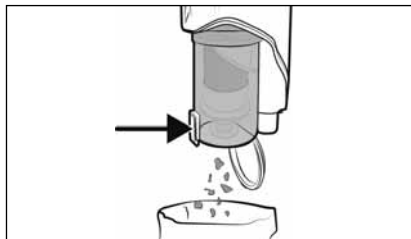

Bild 18
- 1) Håll dammbehållaren **7** över en soptunna eller -hink och tryck på knappen för att öppna locket **8**. Dammbehållarens lock **9** öppnas och innehållet faller ned i soptunnan eller -hinken (se bild 18). Stäng sedan locket **9** igen.